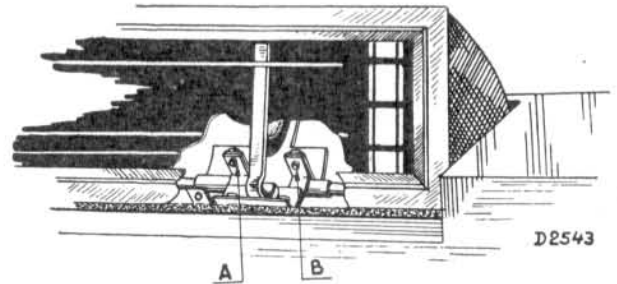

Fig. 14
2. De beide schroeven A en B (fig. 14) uitdraaien.